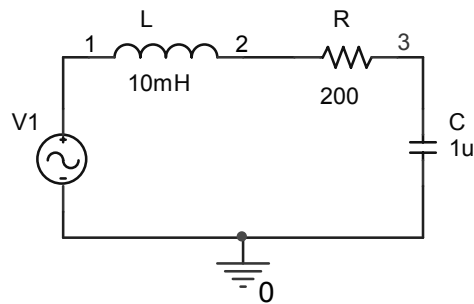

Figura 5.34. Circuit RLC
Circuitul are schema din figura 5.34. Vom considera drept mărime de intrare tensiunea furnizată de sursa V1, iar ca mărime de ieșire tensiunea de la bornele condensatorului (tensiunea V(3)).
1. Desenați circuitul din figura 5.34. Pentru analiza în frecvență, utilizați pentru V1 o sursă de tip VAC din biblioteca SOURCE.